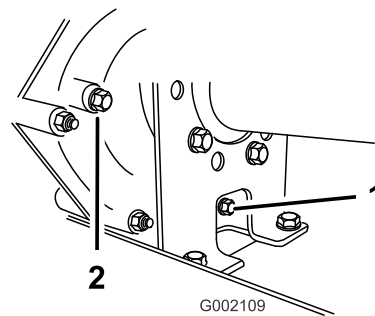
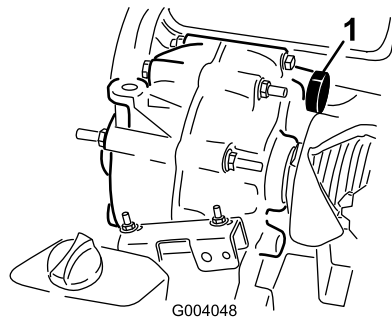

図 57
図 58
2. 補給口および排出口の周囲をウェスできれいにふき取る 図 57。
4. 補給プラグを左に回して抜きとる 図 57。
5. ドレンプラグを左に回して抜きとる 図 57。
6. ガスケットとドレンプラグを元通りに取り付ける 図 57。
7. 補給プラグ穴から、オイル溜め 図 58 に、所定のトランスミッションオイル約 1.4 リットルを入れる。これで補給口のねじ山の下位置までオイルが入る 図 57。
8. ガスケットと補給プラグを元通りに取り付ける 図 57。
10. オイルの量を点検し、ねじ山の下位置より下がっている場合には適宜追加する 図 57。